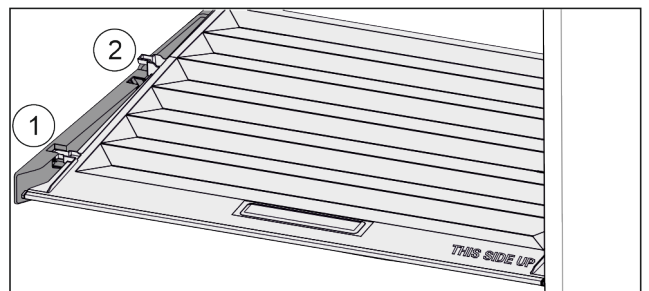

Fig. 73
- ▶ Tirer le couvercle vers l'avant jusqu'à dans l'orifice des pièces de retenue Fig. 73 (1).
- ▶ Le soulever par le bas à l'arrière et le sortir par le haut Fig. 73 (2).